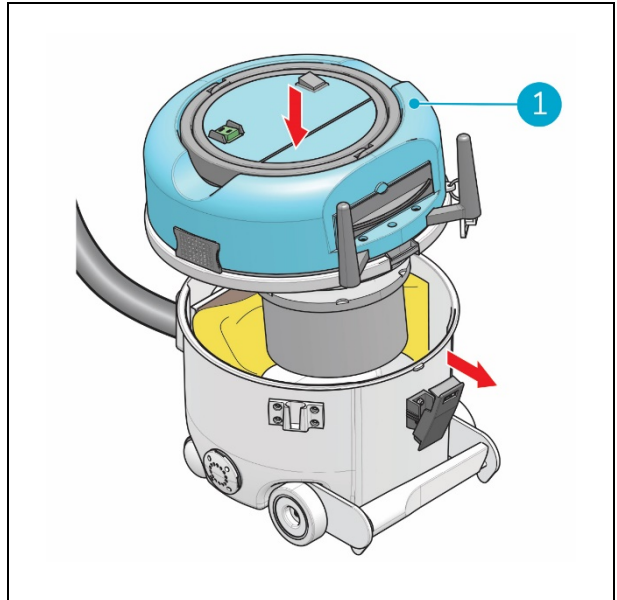

Figura 15
14. Coloque a zona superior (figura 15, posição 1) sobre o depósito.